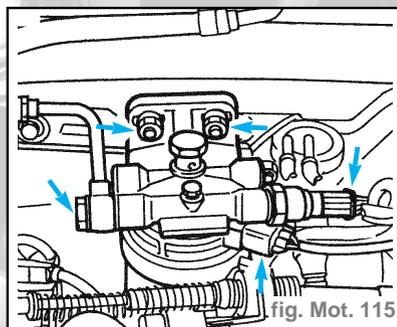

fig. Mot. 115
- Débrancher les connexions électriques, débrancher le tuyau d'amenée gazole du réservoir au filtre, dévisser les écrous de fixation et déposer le filtre à gazole (fig. Mot. 115).